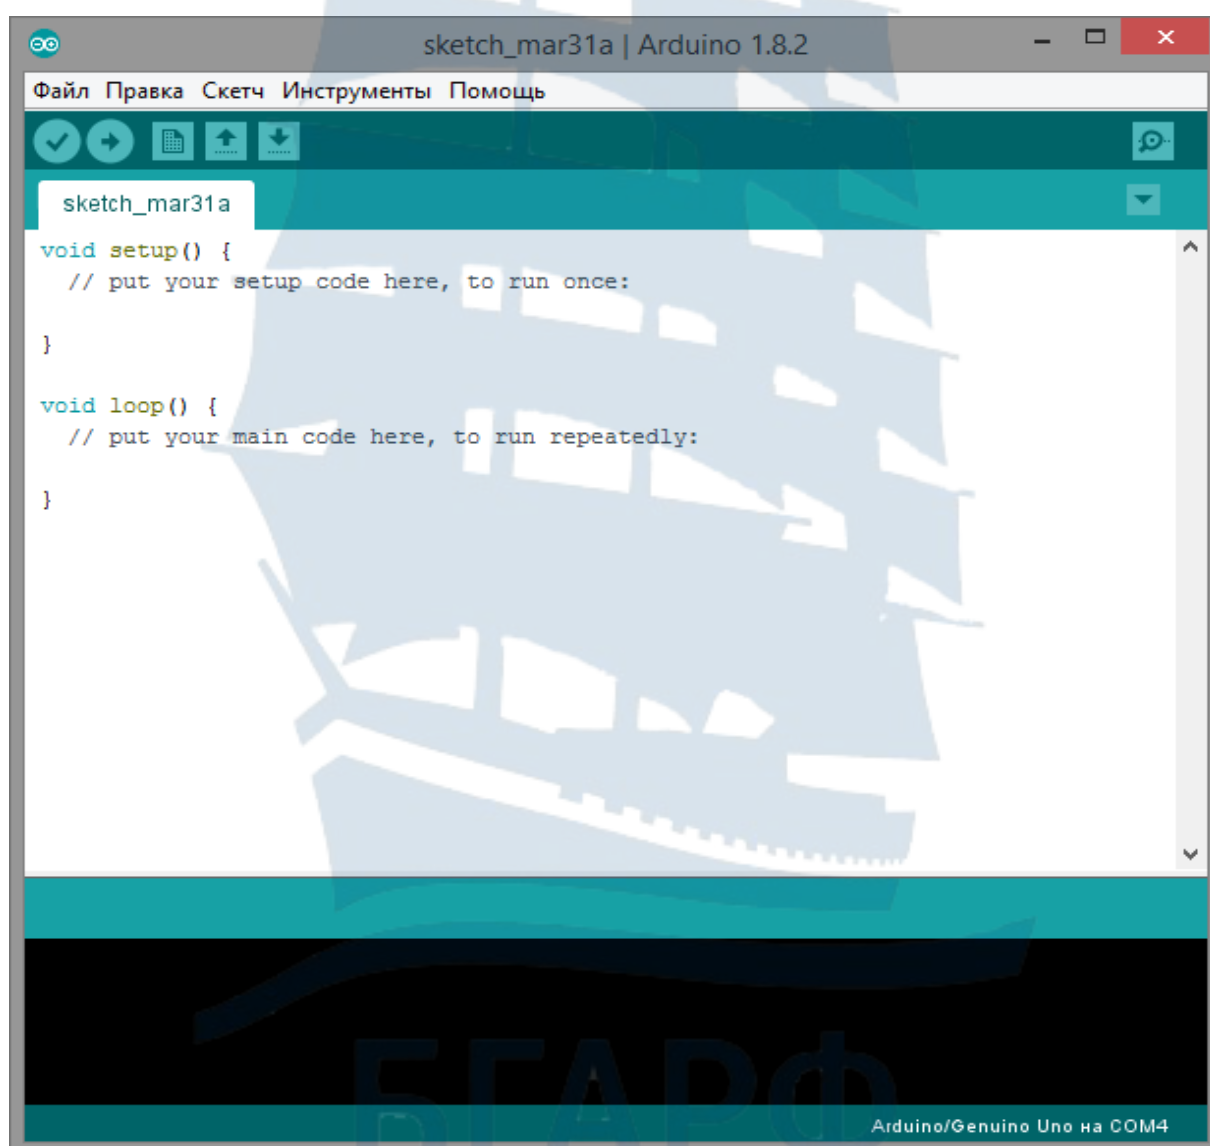

Рис. 1.3. Первоначальное окно программы
*Начало работы с Arduino IDE.* Среда разработки имеет интуитивно понятный русскоязычный интерфейс. При запуске установленной Arduino IDE откроется окно (рис. 1.3), в котором уже содержится заготовка программы. Она состоит из двух функций: *setup* и *loop*. Функция *setup* содержит команды, выполняемые один раз при включении Arduino, – это установка номеров портов ввода/вывода для управления мониторами и установки скорости обмена данными между Arduino и компьютером. Функция *loop* выполняется бесконечное число раз – до тех пор, пока мы не отключим питание, фактически она зациклена.
**Загрузка программы.** Написанная программа в Arduino IDE загружается в контроллер нажатием кнопки со стрелкой вправо (рис. 1.3). Оболочка проверит программу на наличие ошибок, а затем переведет ее в двоичный код данных и команд выбранного микроконтроллера и запишет в Arduino.